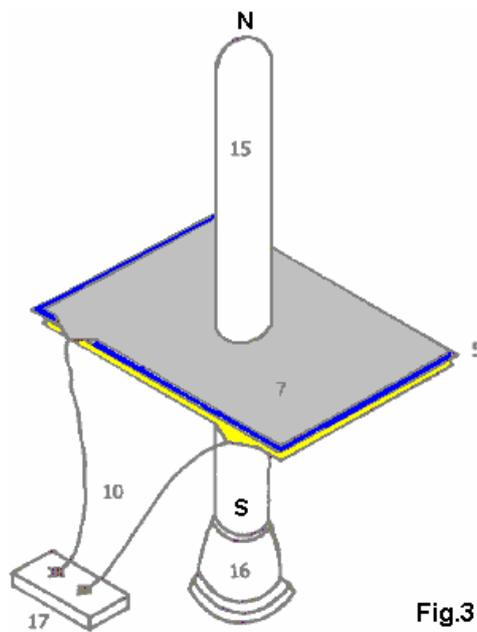

Fig.3
**Fig.3** является доказательством основного устройства с использованием плазменной трубки в качестве активного диполя. На этом чертеже 5 представлен диэлектрический разделитель